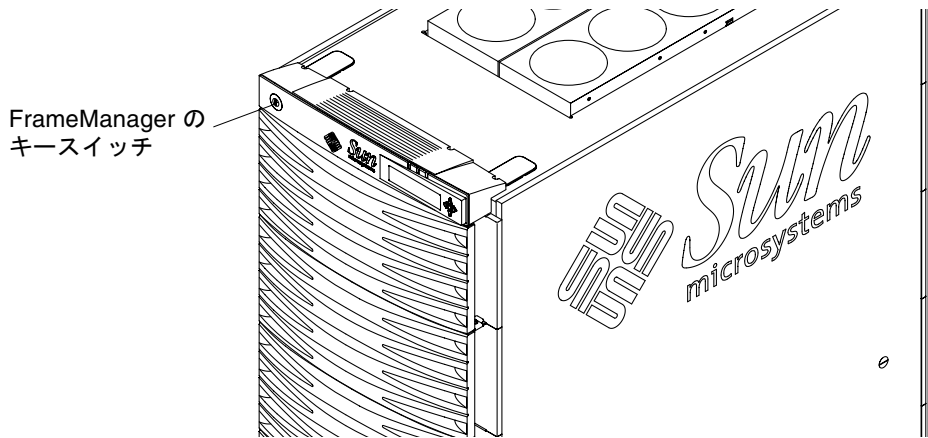

図 2-1 Sun Fire システムキャビネットの FrameManager (上面図)
2. Sun Fire™ キャビネットに搭載されていない Sun Fire 4810/4800/3800 システムを使用している場合は、手順 3 に進みます。Sun Fire 6800 システムまたは Sun Fire キャビネットに搭載された Sun Fire 4810/4800/3800 システムを使用している場合は、FrameManager のキースイッチをオフの位置に入れます (図 2-1)。
6. Sun Fire キャビネットに搭載されていない Sun Fire 4810/4800/3800 システムを使用している場合は、次の手順に進みます。Sun Fire 6800 システムまたは Sun Fire キャビネットに搭載された Sun Fire 4810/4800/3800 システムを使用している場合は、FrameManager のキースイッチをオンの位置に入れます (図 2-1)。